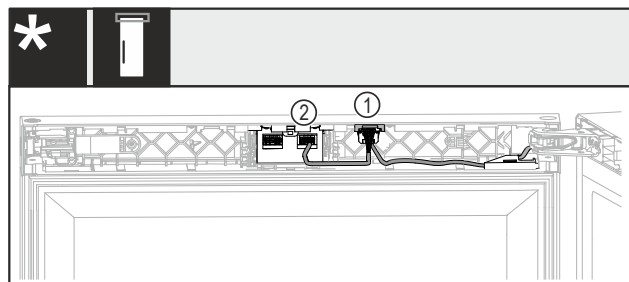

Fig. 46 Bez zámku nebo s mechanickým zámekem*
- Zasuňte zástrčku s oběma kabely Fig. 46 (1) do vedení.*
- Zaaretujte zástrčku s kabelem Fig. 46 (2) v pravém uložení.*